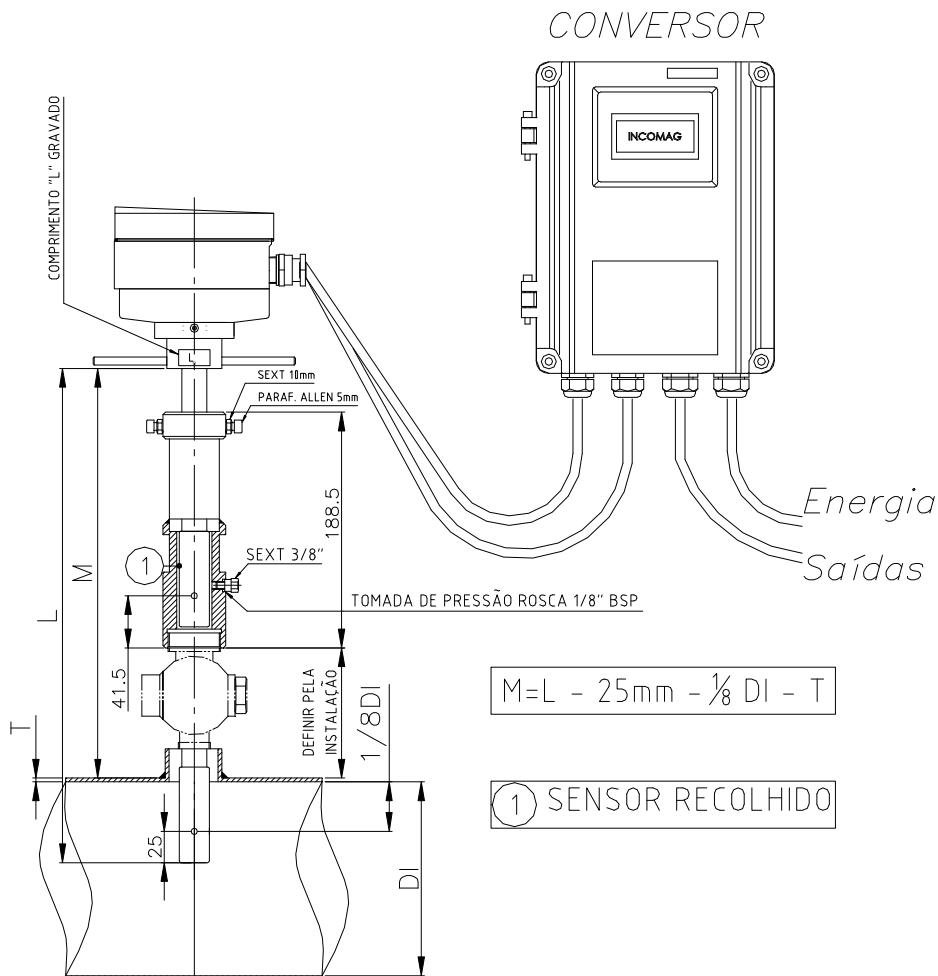

Figura 7
A **figura 7** ilustra a típica instalação para o medidor de vazão do tipo ajustável com válvula de bloqueio.
- c. Após abertura total da válvula, afrouxar novamente os parafusos Allen 5 mm e as porcas sextavadas e ajustar, cuidadosamente, a haste do medidor para dentro da válvula até que a medida  $M$ , calculada na **figura 7**, seja alcançada.